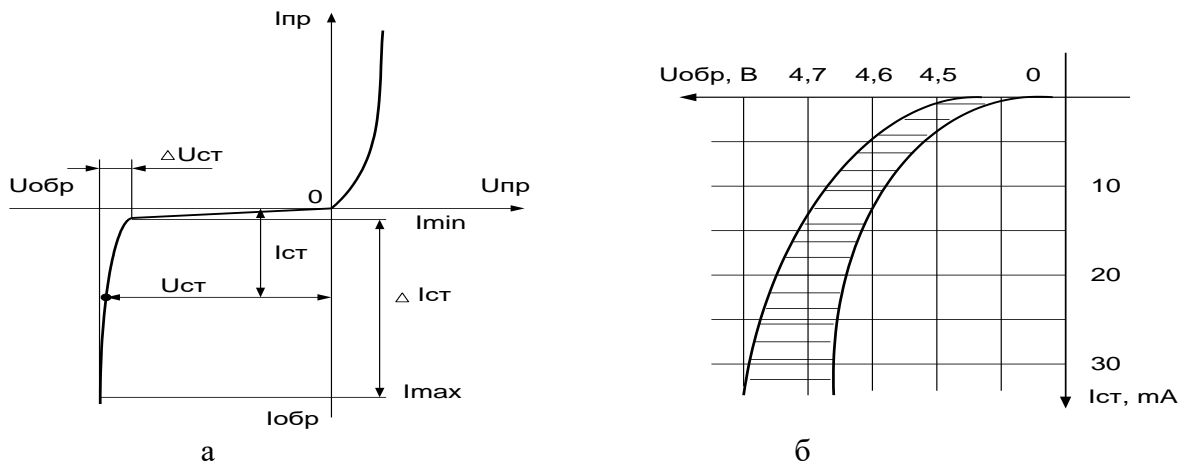

Рис. 8
**Стабилитроны** предназначены для стабилизации напряжения на нагрузке при изменении питающего напряжения или сопротивления нагрузки, для фиксации уровня напряжения и т. д. Полупроводниковый стабилитрон представляет собой плоскостной диод, выполненный из сильно легированного кремния. Для стабилитронов рабочим является участок электрического пробоя ВАХ в области обратных напряжений рис. 8,а. На этом участке напряжение на диоде остается практически постоянным при изменении тока через диод.
Вольт-амперная характеристика стабилитрона представлена на рис. 8,а. В рабочей области вольт-амперную характеристику стабилитрона можно аппроксимировать выражением:
Коэффициенты  $\alpha$  и  $\beta$  характеризуют форму кривой в области стабилизации. Характеристика реального стабилитрона приведена на рис. 8,б. Заштрихованная область определяет возможный разброс напряжений стабилизации. Вначале лавинный процесс неустойчив. Поэтому интервал рабочих токов стабилитрона выбирают от  $I_{min}$ , определяемого необходимой устойчивостью работы, до  $I_{max}$ , определяемого максимально допустимой мощностью рассеивания. Стабилитрон присоединяют параллельно нагрузке  $R_n$ .